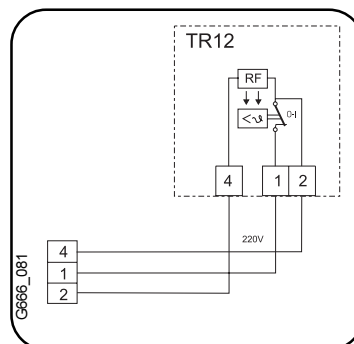

Fig. 7 - Conexión del termostato ambiente.
(Previamente eliminar puente entre 1 y 4, fig 7, pos 163/1).
(Previamente eliminar puente entre 1 y 4, fig. 7, pos. 163/1)
(Previamente eliminar puente entre 1 y 8, fig. 7, pos. 315)